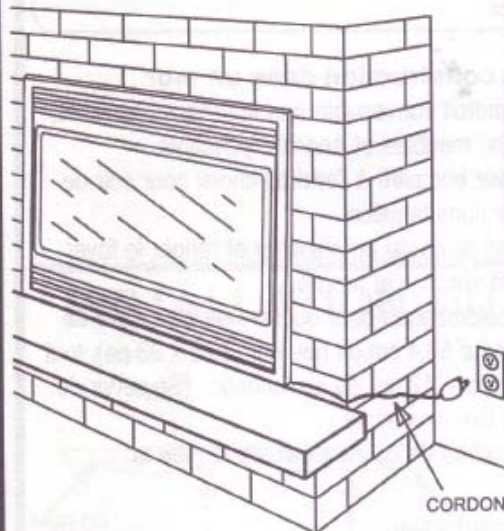

FIGURE 2
4. Le cordon peut longer le devant du foyer pour se rendre à une prise située à proximité. (FIGURE 2)